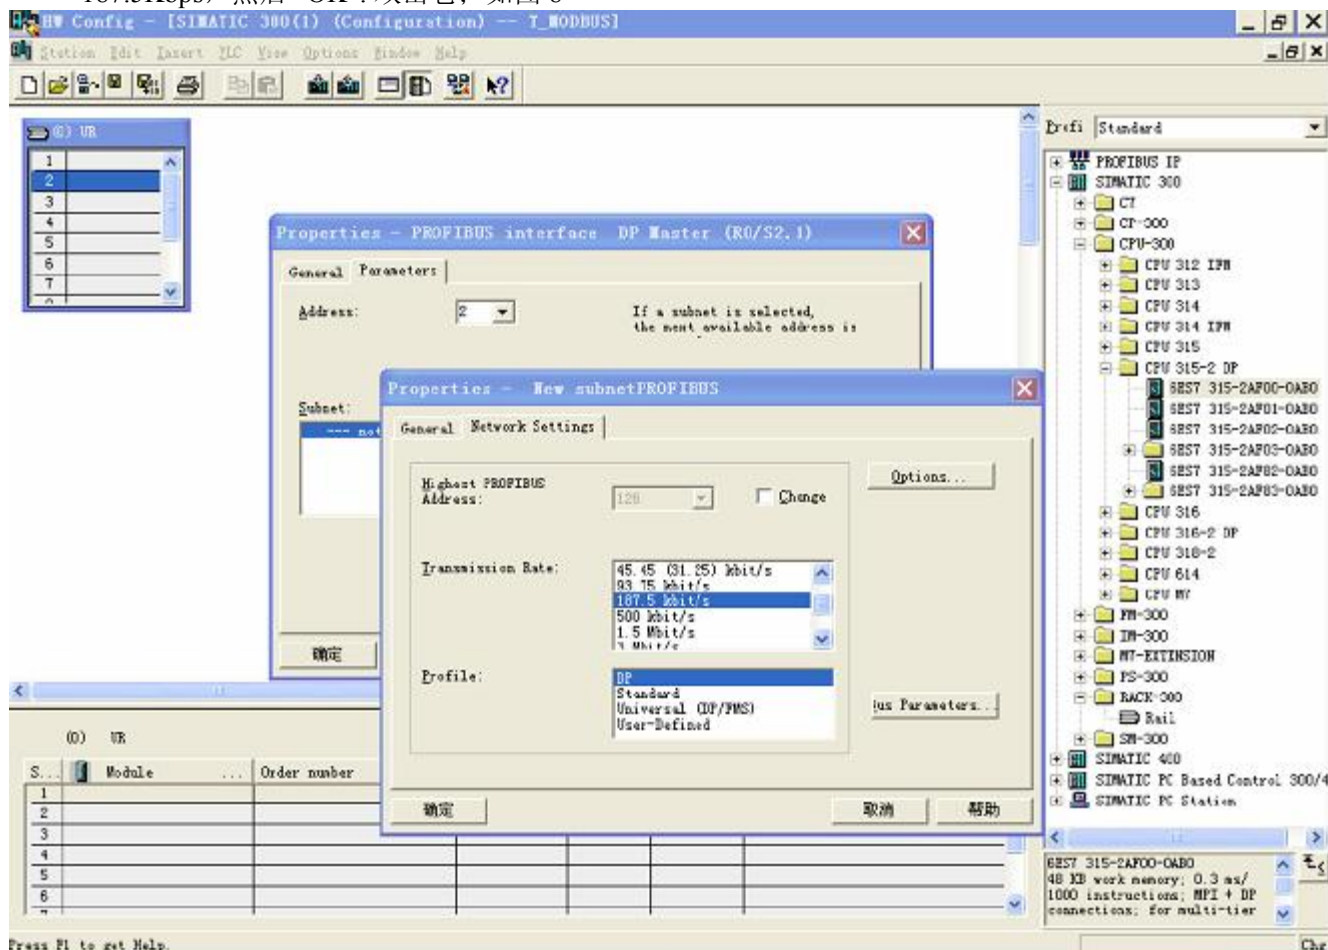

图 8
9. 创建 Profibus-DP 网络, 设置 Profibus-DP: New->Network settings, 选择 DP, 选择一个波特率如 187.5Kbps, 然后“OK”. 双击它; 如图 8